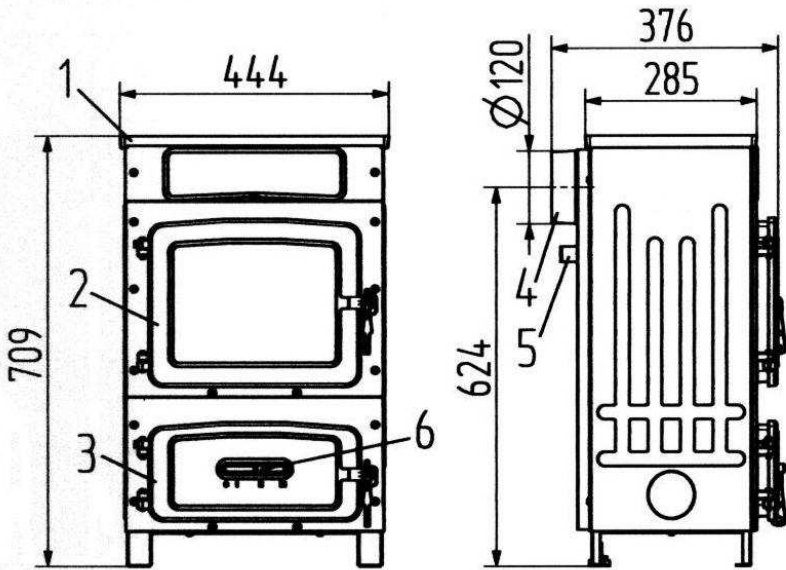

Bild 3
- Bild 3: WO 109-6 F/A (TYP 109 61)